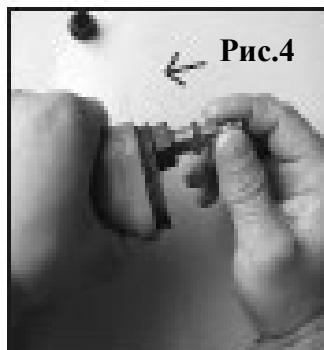

Рис.4
- Установите штуцер (не входит в комплект поставки) во впускное отверстие для воздуха. (Рис. 4).